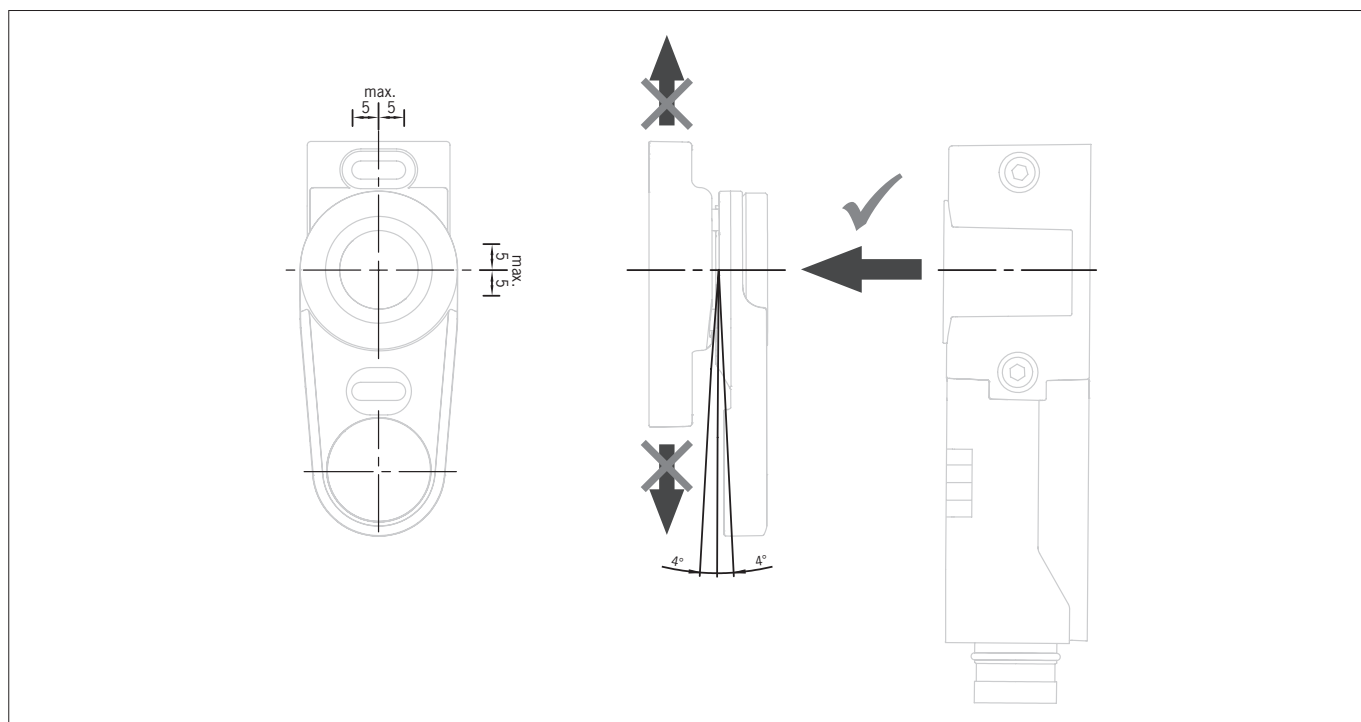

Fig. 3 : Sens d'attaque, désaxage maximal et déviation actionneur maximale
- L'actionneur doit s'éloigner de manière frontale par rapport à l'interrupteur lors de l'ouverture de la porte de protection (voir Fig. 3 : Sens d'attaque, désaxage maximal et déviation actionneur maximale à la page 11).